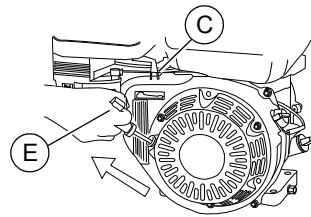

Figure 3-5. Lanceur à rappel
4. Voir **Figure 3-5**. Amener le levier de commande des gaz (C) à 1/3 environ de la position MIN.